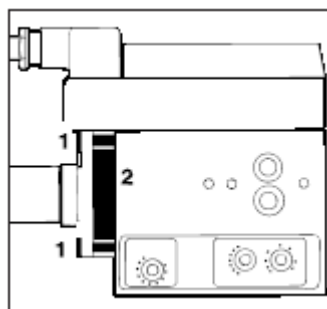

Fig. 32
- 2 allentare tutte e quattro le viti (1 in Fig. 32); svitare due a seconda delle condizioni di ingombro, estrarre la parte del filtro (2 in Fig. 32)